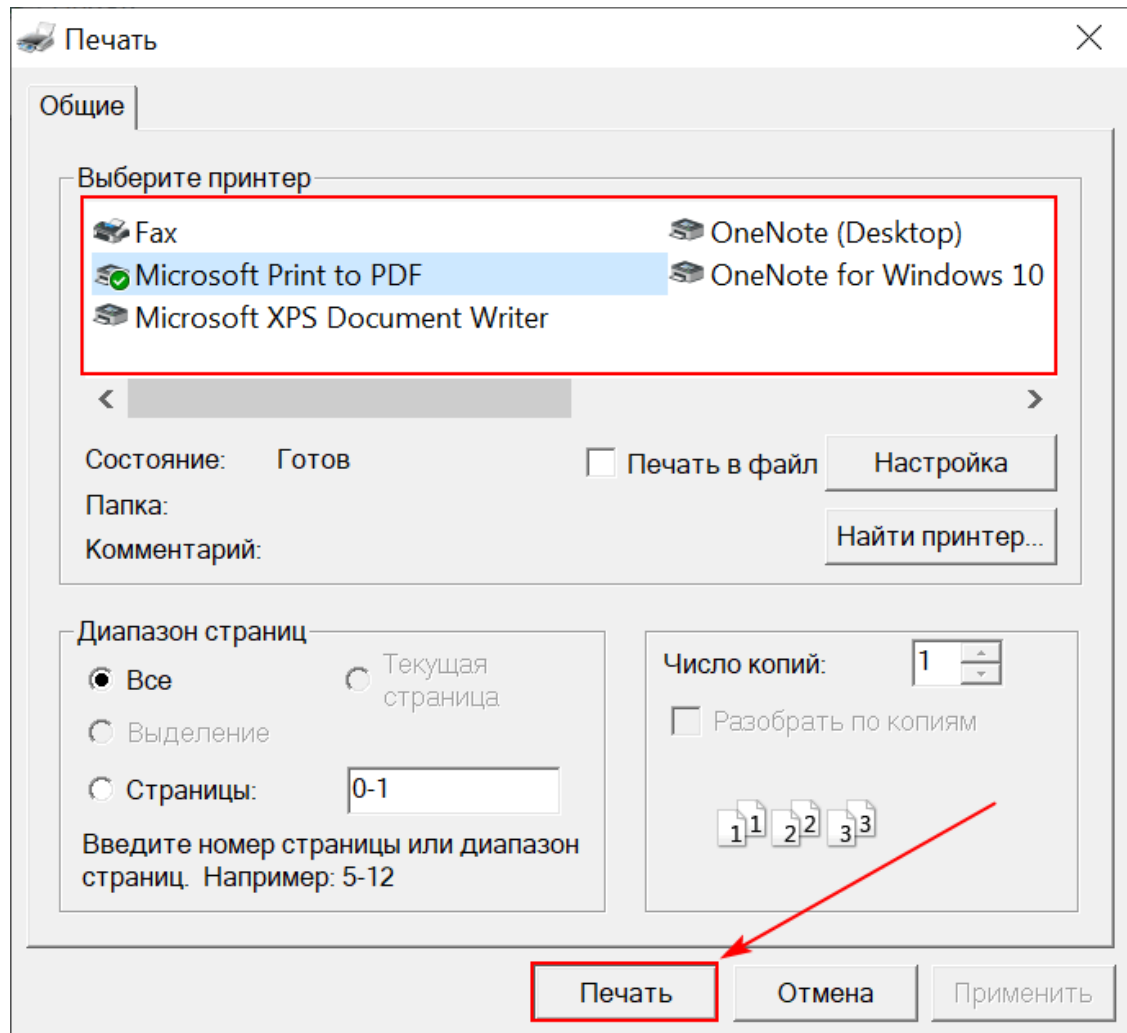

Рисунок 84 - Настройки печати
4. Выберите принтер и нажмите **Печать** (Рисунок 84).